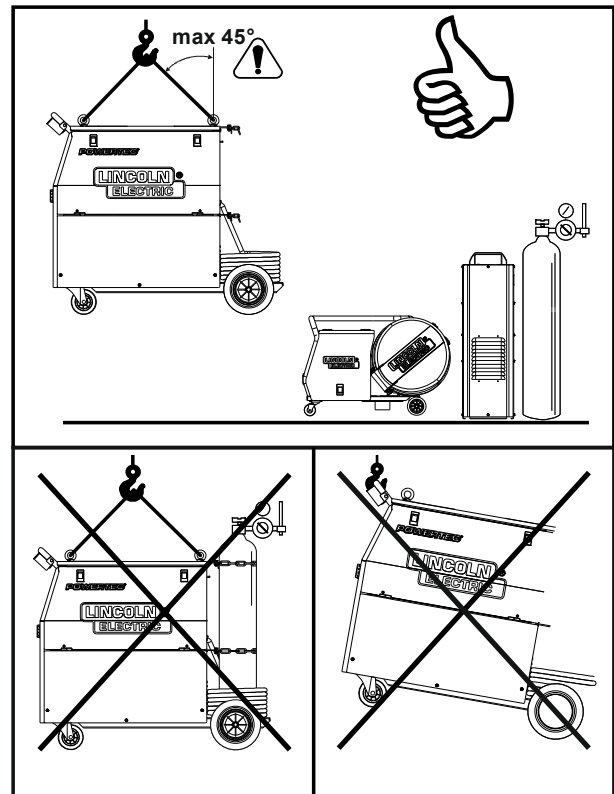

Figure 17
- Visser un boulon à œil et appliquer la charge axialement selon un angle de 45° conformément à la Figure 17.